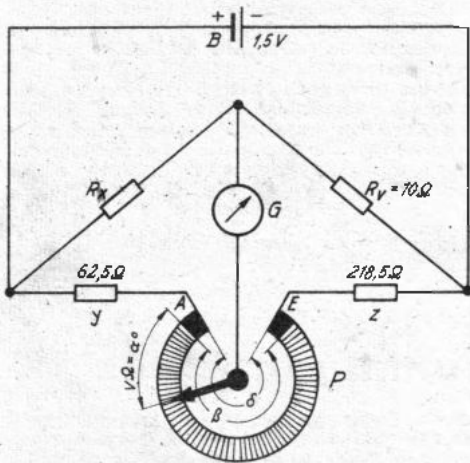

Bild 1. Prinzipschaltung der Meßbrücke
In der Prinzipschaltung (Bild 1) fallen besonders die Widerstände y und z auf, die zusammen mit dem Potentiometer P den einen Brückenast bilden. Ihre Aufgabe ist es, den Meßbereich am Anfang und Ende zu begrenzen; denn sonst würde dieser von 0 (Schleifkontakt von P ganz links) bis ∞ (Schleifkontakt ganz rechts) reichen. Der Gesamtbereich von 0,05 Ohm bis 5 Megohm soll jedoch zur Erzielung einer großen Meßgenauigkeit in 7 Einzelbereiche unterteilt werden, die sich derart überlappen, daß man jeden Widerstand in zwei Bereichen messen kann. Es wäre also unsinnig, jeden dieser Einzelmeßbereiche von 0 bis ∞ gehen zu lassen. Auch würden dann, wie Bild 3 zeigt, die Werte am Ende der Skala so dicht aufeinander folgen, daß etwa das letzte Fünftel für genaue Messungen ausscheiden müßte. Der Drehwinkel des Potentiometers soll aber voll ausgenutzt werden, um eine möglichst übersichtliche Skala zu erhalten.
1) Berechnung des Einstellwertes v am Potentiometer, der für R_x Stromlosigkeit von G ergibt (siehe Bild 1)